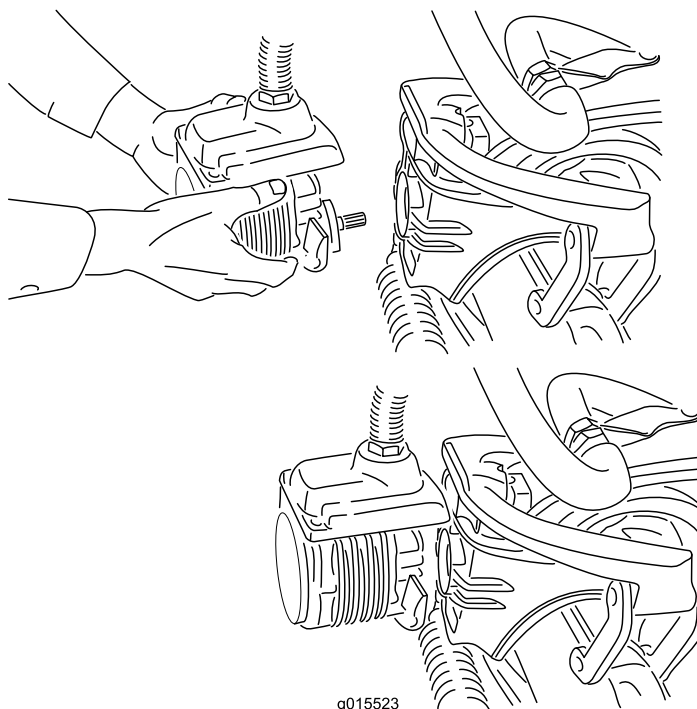

Figura 37
4. Mova o motor para o local de armazenamento na parte da frente do braço de suspensão (Figura 37).